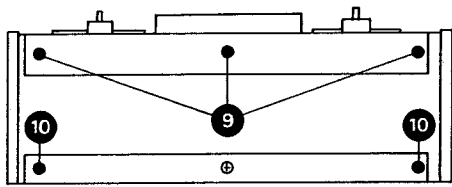

Fig. 3.2.-4
- Dévisser les 8 vis à tête en croix (1) (Fig. 3.2. - 1)
- Dévisser les 3 vis à tête en croix (2) (Fig. 3.2. - 2).
#### 3.2.3. Démontage de la plaque frontale (Fig. 3.2. - 3)
- In vorderer Fussleiste 3 Kreuzschlitzschrauben (9) lösen (Fig. 3.2. - 4).
- Die 2 äusseren Kreuzschlitzschrauben (10) (Fig. 3.2. - 4) im hinteren Fuss lösen.
- Remove 3 Phillips screws (9) from front support rail, (fig. 3.2. - 4).
- Remove the 2 outside Phillips screws (10) from the rear support rail, (fig. 3.2. - 4).
- Dévisser les 3 vis de fixation du pied avant (9) (Fig. 3.2. - 4).
- Dévisser les vis des deux extrémités du pied arrière (10) (Fig. 3.2. - 4).